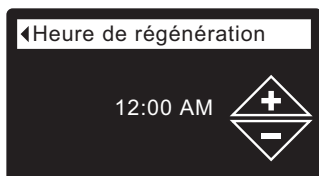

FIG. 53
5. Appuyez sur le sélecteur (O) pour afficher l'écran de l'heure de régénération (cf. Figure 53).